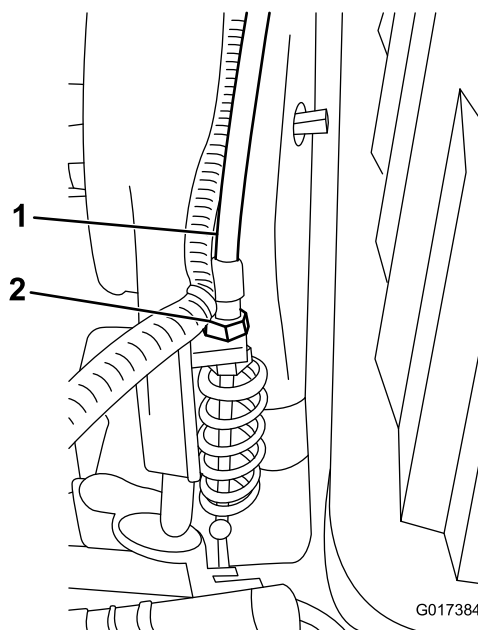

Figura 49
3. Sulla paratia di trasmissione, regolate il cavo di comando del cilindro (Figura 49) in modo da raggiungere la lunghezza della molla di 70,6-72,4 mm.